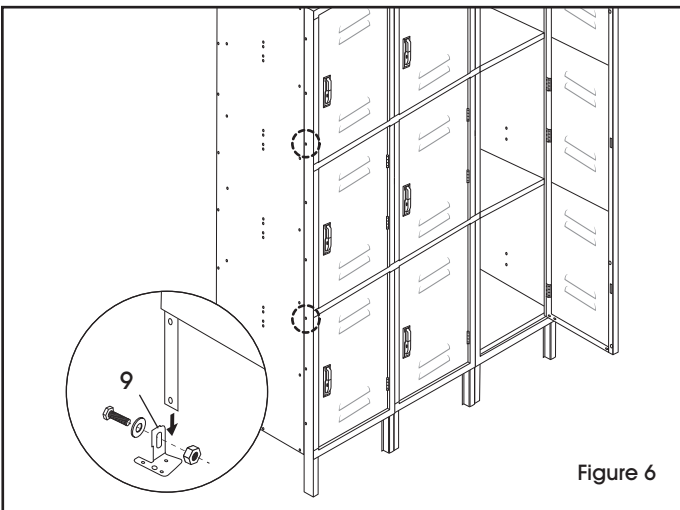

Figure 6
10. Avec l'aide d'une deuxième personne, et en prenant soin de ne pas faire porter l'ensemble du poids sur les pattes arrière, soulevez l'unité à la verticale et placez-la à l'endroit voulu. Vérifiez et serrez tous les boulons permanents. (Voir Figure 6)
1. Si vous raccordez une unité de trois éléments à une autre unité, installez temporairement un boulon et un écrou dans le troisième et le sixième trou à partir du haut du ou des cadres extérieurs qui seront raccordés au(x) cadre(s) de casier adjacent(s). (Voir Figure 6)
2. Utilisez les pattes de nivellement et le matériel (9) fournis pour niveler l'unité et l'arrimer au plancher. (Voir Figure 6)